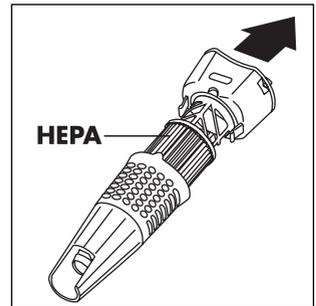

Abb. 21
- Am oberen Teil ziehen, bis die Elemente des Filters „ECO HEART“ getrennt werden (Abb. 21), und dann den waschbaren HEPA*-Filter herausnehmen.